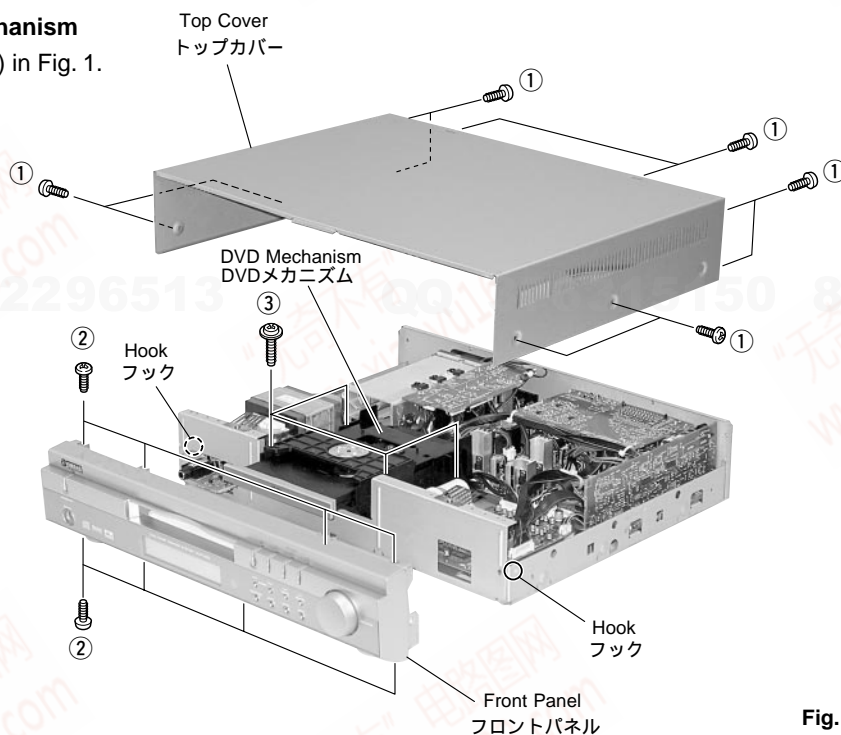

Fig. 1
- a. Remove 10 screws ( ① ) in Fig. 1.
- a. ①のネジ10本を外します。( Fig. 1 )
- b. Remove the Lid in Fig. 1.
- a. Remove 8 screws ( ② ) in Fig. 1.
- a. ②のネジ8本を外します。( Fig. 1 )
- b. フック2ヶ所を外し、フロントパネルを前方に外します。( Fig. 1 )
Remove 4 screws ( ③ ) in Fig. 1.
- ③のネジ4本を外します。( Fig. 1 )